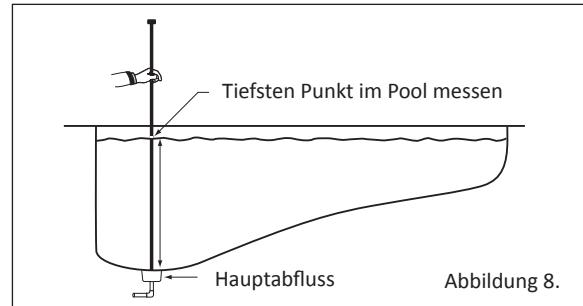

Abbildung 8.
1. Messen Sie den tiefsten Punkt im Pool. **Siehe Abbildung 8.**